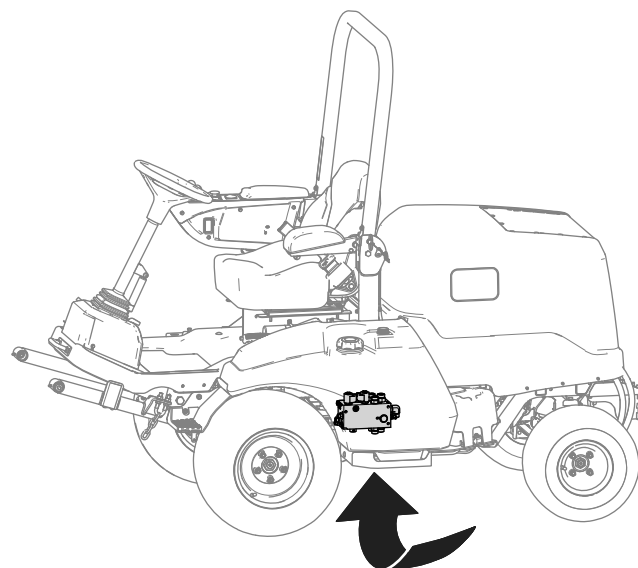

Figura 23
- Localizați colectorul de ridicare de sub maină (Figura 23).